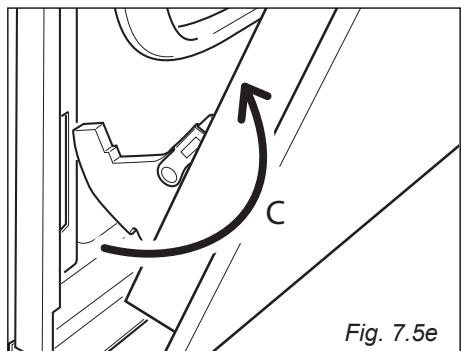

Fig. 7.5e
- Retirez les crochets de charnière de leur emplacement en suivant la flèche "C" (fig. 7.5e).